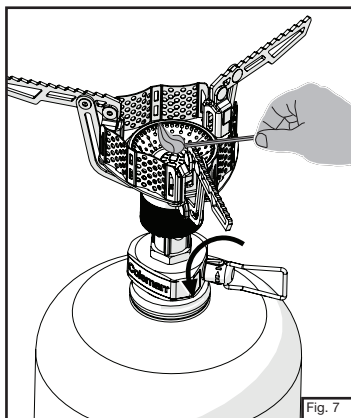

Fig. 7
- Acerque una cerilla encendida al quemador y abra la VÁLVULA DE COMBUSTIBLE. (Fig. 7)